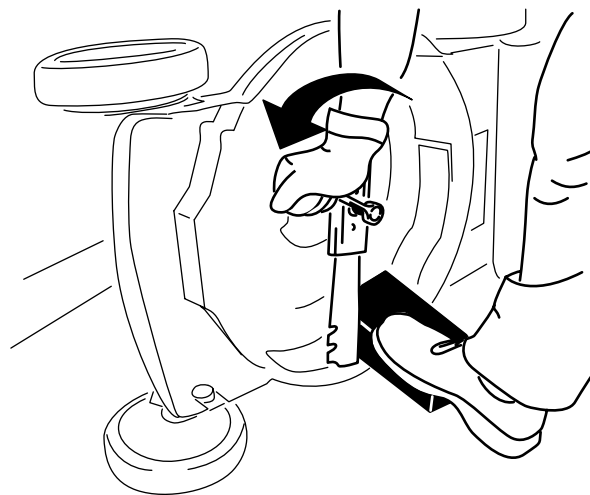

Figura 22
3. Folosiți o bucată de lemn pentru a menține lama stabilă (Figura 22).
4. Îndepărtați lama, păstrând toate elementele de montare (Figura 22).